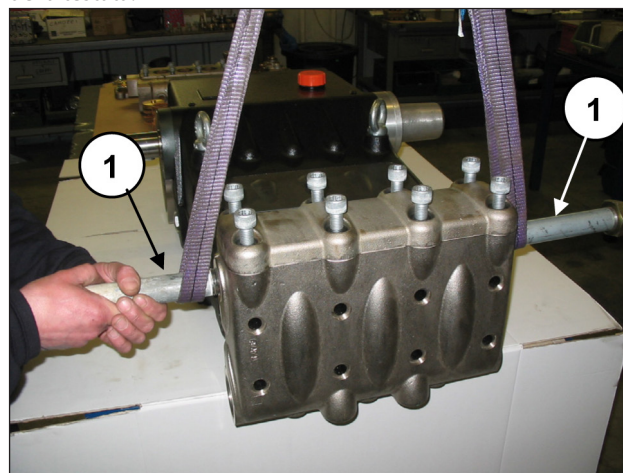
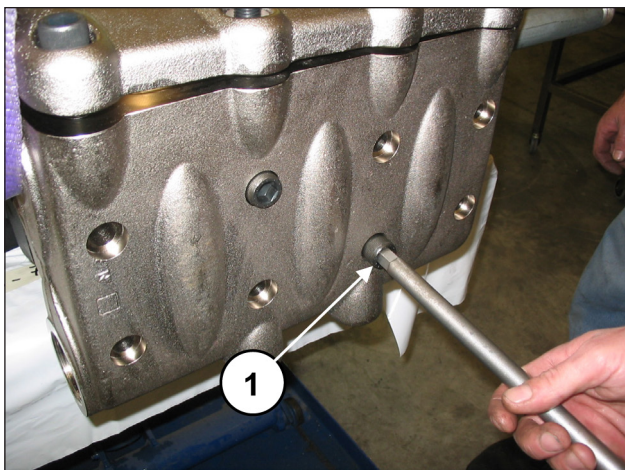

Fig. 104
Fig. 105
Applicare due sostegni con filettatura G2" agli attacchi di mandata della testata (pos. ①, Fig. 104) e successivamente svitare le 8 viti M16x150 (pos. ①, Fig. 105).